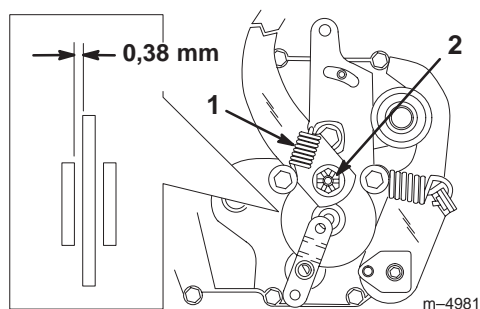

Bild 21
Die Feststellbremse befindet sich an der rechten Seite der Hinterachse im Hinterreifen (Bild 21). Wenn die Feststellbremse den Traktor nicht sicher hält, muss diese eingestellt werden.
2. Entfernen Sie die Bremsarmfeder (Bild 21).
3. Entfernen Sie den Splint, mit dem die Bremseinstellmutter abgesichert wird und lockern Sie die Mutter (Bild 21).
4. Schieben Sie eine 0,38 mm Fühlerlehre zwischen die Bremsscheibe und die Bremsbacke (Bild 21).